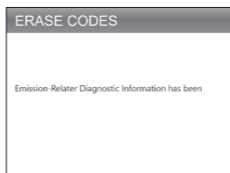

Abbildung 3.3.2
2. Nachdem Sie festgestellt haben, dass alle Reparaturen abgeschlossen sind, drücken Sie [OK], um die emissionsbezogenen Diagnosedaten zu löschen oder zurückzusetzen. (Siehe Abbildung 3.3.2)